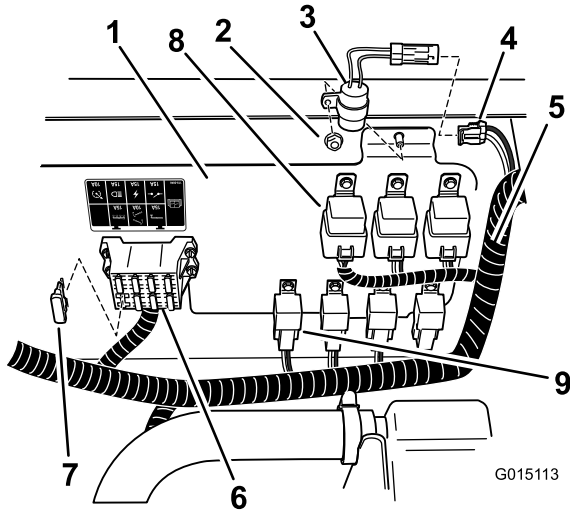
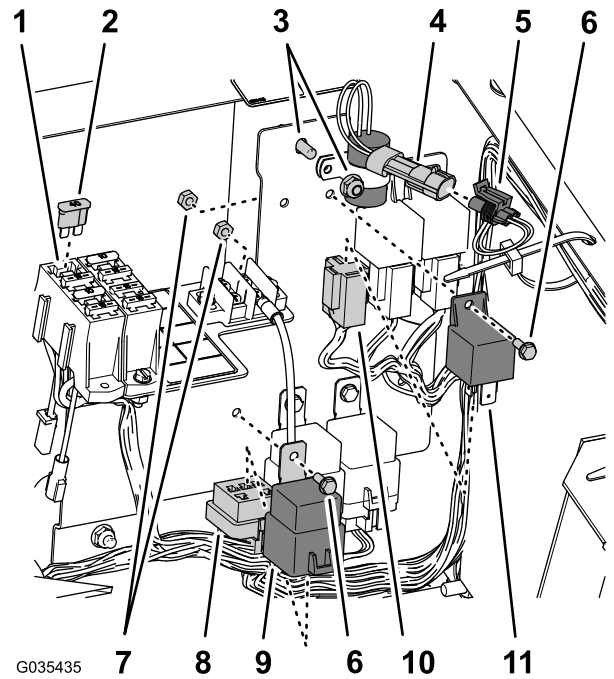
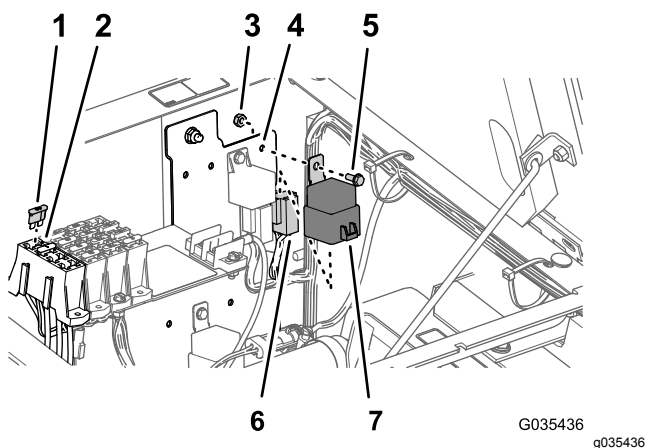

Figura 33
Figura 34
Figura 35
- A. Instale el temporizador de retardo en la posición mostrada en Figura 33 o Figura 34 con la contratuerca desde el panel eléctrico.
- B. Conecte el temporizador en el conector hembra de 2 vías etiquetado como temporizador de retardo del arnés de cables de la máquina (Figura 33 o Figura 34).
3. Instale un fusible (40 A) en la ranura abierta del bloque de fusibles, según se muestra en la Figura 33, la Figura 34 o la Figura 35.
4. Posicione el relé y el relé de potencia junto a los otros relés del mismo tipo y sujételos al panel (Figura 33, Figura 34, o Figura 35) con los 2 pernos con bridas (Nº 10-24 x 1/2") y 2 contratuercas (Nº 10-24).
5. Localice los conectores hembra de 4 vías y el conector hembra de 5 vías en el arnés principal y conéctelos al relé (4 pines) y al relé de potencia (5 pines), tal y como se muestra en la Figura 33, la Figura 34 o la Figura 35.